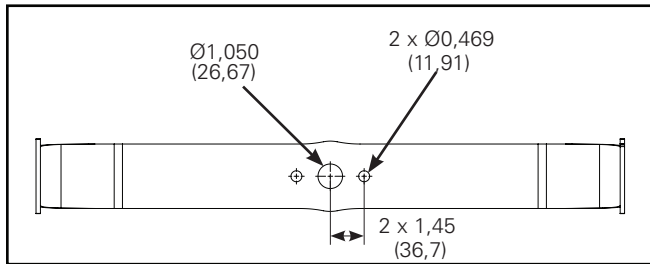

Figura 8.
1. Monte el luminario en una superficie garantizando el máximo contacto con la superficie inferior del colgante. Utilice el patrón de orificios que se proporciona en la Figura 8 para alinear correctamente el colgante con el orificio central y los 2 orificios de 0,45 in (1,14 cm) con una separación de 2,90 in (7,37 cm). (Fig. 7).